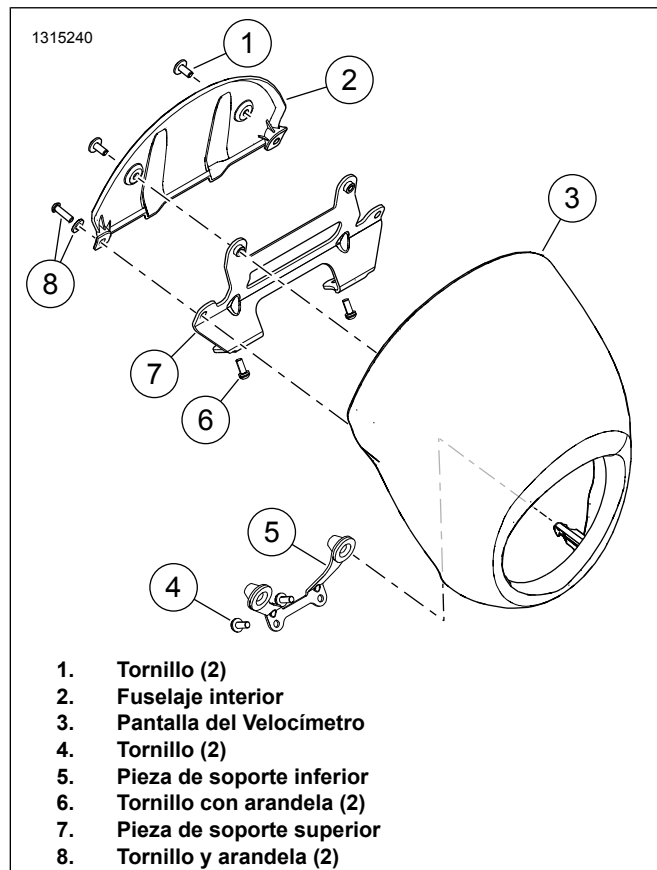

Figura 2. Pantalla del Velocímetro FXLRS
1. Vea Figura 2 . Extraiga la pantalla del velocímetro
- a. Extraiga los tornillos y las arandelas (8).
- b. Retire la pantalla del velocímetro (3) de su soporte superior (7).
- c. Extraiga la pantalla del velocímetro de la pieza de soporte inferior (5) para quitar los postes de las arandelas aislantes.
- a. Quite los tornillos (1).
- b. Quite el fuselaje interior (2).
- a. Quite los tornillos (6).
- b. Extraiga la pieza de soporte superior (7).